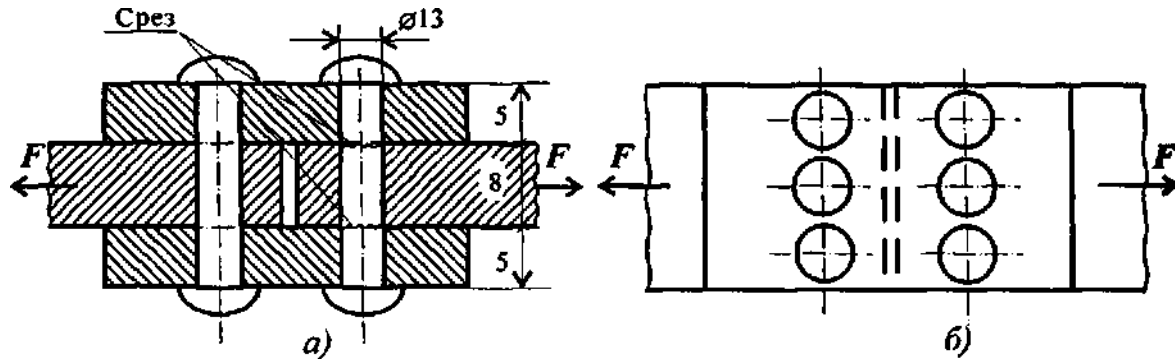

Рис. 1
11. Запишите формулу для расчета сварного соединения. Стержни круглого поперечного сечения сварены угловым швом (рис. 1)
Задача 1. Проверить прочность заклепочного соединения на срез и смятие, рис.1. Нагрузка на соединение 60 кН, $[\tau_c] = 100$ МПа; $[\sigma_{см}] = 240$ МПа.